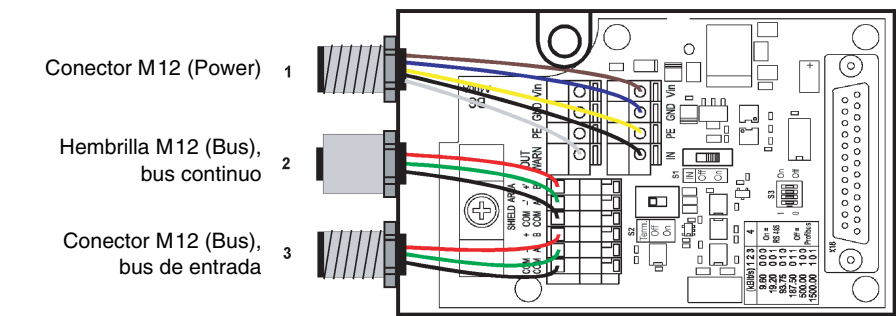

Figura 5.2: Montaje y conexión de los conectores opcionales M12
5. Conectar conductores según figura 5.2 y Tabla 5.1.